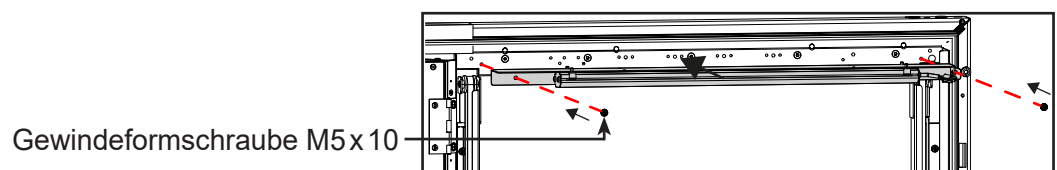

Bild 38
3. LED-Beleuchtung montieren (Bild 38).